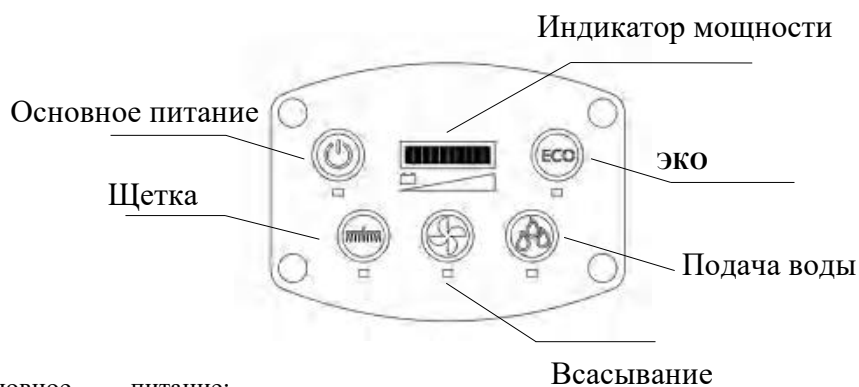

Рисунок 9
8. Работа панели в соответствии с фактическим использованием (Рисунок 9).